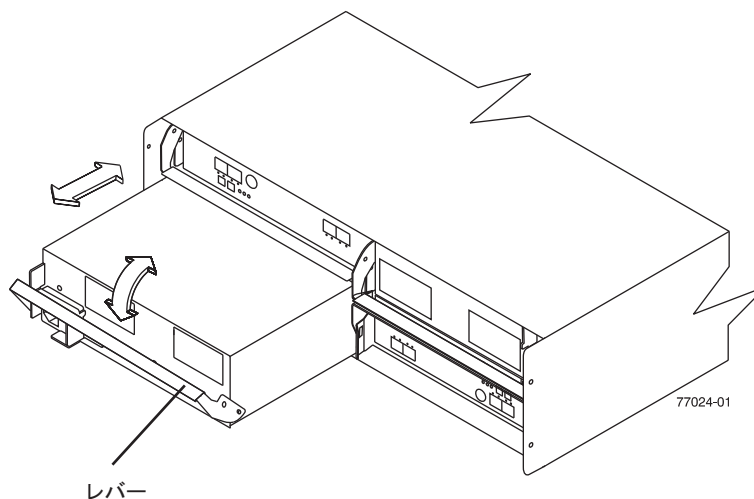

図 36. 電源機構およびファン・ユニットの交換
AC 電源機構およびファン・ユニットを交換するには、以下の手順を使用します。98 ページの図 36 には、ユニットの取り外しと挿入を示しています。
11. ゆっくりとレバーをシャーシから引き離し、98 ページの図 36 に示すように電源機構およびファン・ユニットを取り外します。